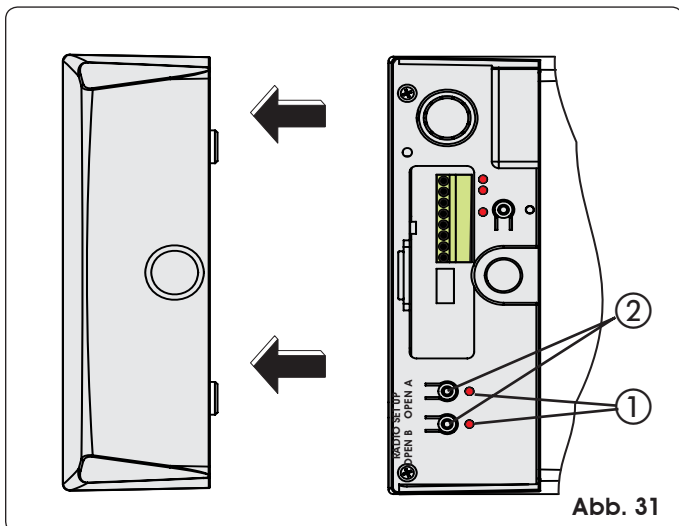

Abb. 31
- 2) Die Taste OPEN A oder OPEN B eine Sekunde lang drücken (Abb. 31 Bez. ②), um bzw. die vollständige oder Teilöffnung einzuspeichern.
- 3) Die entsprechende LED (Abb. 31 Bez. ①), beginnt 5 Sekunden lang zu blinken.
- 4) Die Taste OPEN A oder OPEN B eine Sekunde lang drücken (Abb. 31 Bez. ②), um bzw. die vollständige oder Teilöffnung einzuspeichern.
- 2) Die Taste OPEN A oder OPEN B eine Sekunde lang drücken (Abb. 31 Bez. ②), um bzw. die vollständige oder teilweise Öffnung einzuspeichern.